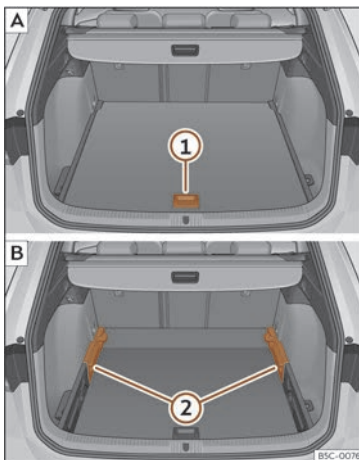

Fig. 179 Terra variable del maleters: **A** posició alta; **B** posició baixa.
- Per passar de la posició baixa a l'alta, aixequu la base per l'agafador >>> **fig. 179** **1**, estireu-lo cap enrere fins que la part davantera de la base sobrepassi totalment els suports **2**.
- Per passar de la posició alta a la baixa, aixequu la base per l'agafador >>> **fig. 179** **1**, estireu-lo cap enrere fins que la part davantera de la base sobrepassi totalment els suports **2**.
- Amb el terra variable en posició alta, aixequu-lo per l'agafador >>> **fig. 179** ①, estireu-lo i empenyeu-lo cap al respall dels seients posteriors fins que es plegui per la línia de frontissa i la part mòbil del terra hi descansi a sobre.